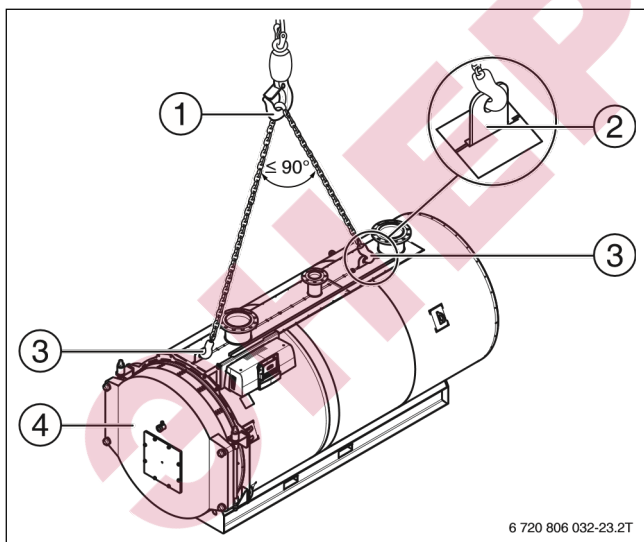

Рисунок 7 Схема строповки
► Отверстия для транспортировки вилочным погрузчиком (→Рисунок 7, [2]).